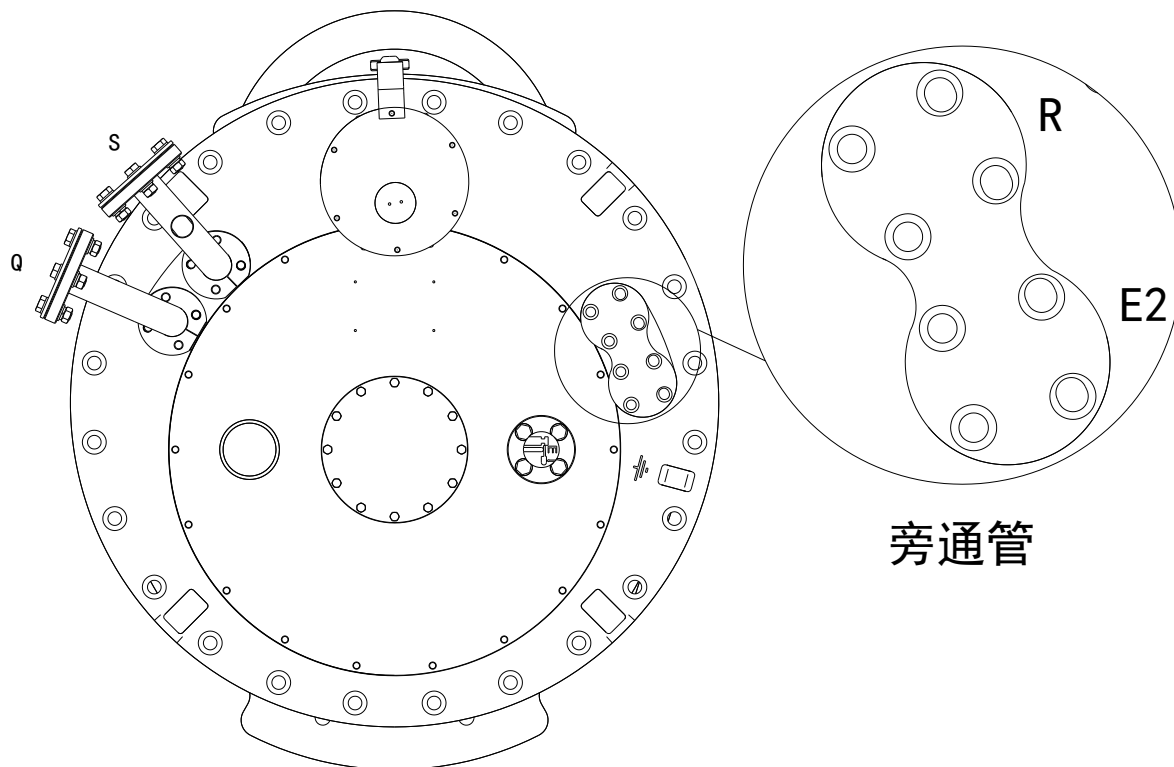

图 7-1 弯油管在开关顶部上的分布位置
1. 拆卸开关安装法兰上弯油管 E2 与 R (见图 7-1)
1. 拆卸开关安装法兰上弯油管 E2 与 R。(见图 7-1)